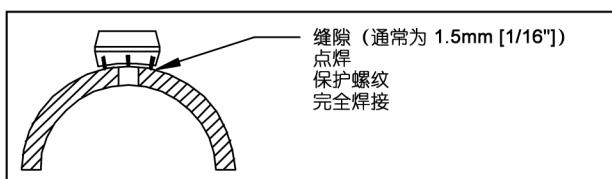

图 3：焊接缝隙
- 确保正确的焊接缝隙（通常为 1.5mm [1/16"]），通过点焊将螺纹连接焊接座固定到位（如图 3 所示）。将支撑塞安装到对面端的螺纹连接焊接座中（用手拧紧），通过点焊将螺纹焊接座固定到位，可使用探头尖部进行对齐。